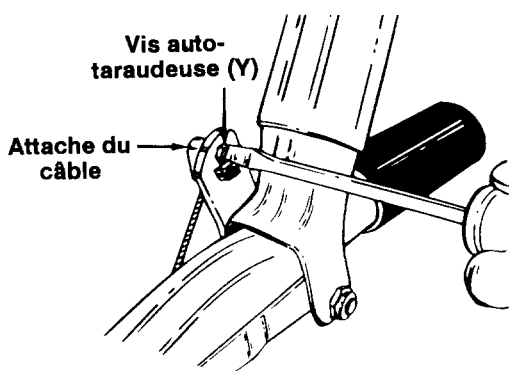

FIGURE 8
- c. Tirez le câble vers le haut pour donner du mou, relevez la poignée de l'embrayage et enfoncez l'attache du câble dans la poignée de l'embrayage. Maintenez en place avec une vis autotaraudeuse (Y). Voir la figure 8.